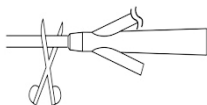

図2
- (3)(2)で改善されない場合、先端側のカテーテルが尿道内へ引き込まれないように鉗子等で固定をしながら、シャフトを切断する(図2)。